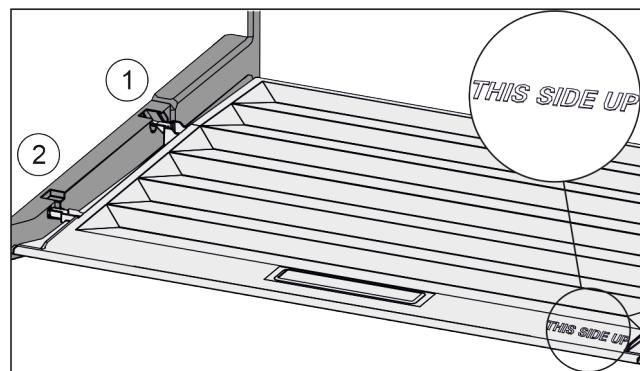

Fig. 95
- Robova predala vstavite nad odprtino zadnjega držala Fig. 95 (1), spredaj pa ju zataknite v držalo Fig. 95 (2).